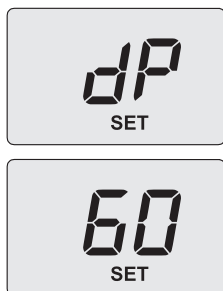

Figura 9.15
- Utilizzare i tasti 15 o 16, sul display LCD le lettere **dp** si alternano con il valore di temperatura dell'acqua di riscaldamento (es. **60**) e compare la scritta **"SET"**, indicanti l'entrata nell'attivazione della "funzione spazzacamino" alla potenza massima in sanitario (Figura 9.15);